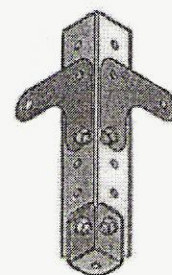

рис. 1
1. На каждую из стоек установить по одному подпятнику. Подпятник вкладывается внутрь стойки и крепится двумя болтами и двумя гайками (рис. 1).
3. В местах установки **верхней и нижней полок** на стойке стеллажа **в двух направлениях** устанавливаются уголки усиления (8 шт. на каждую полку), и каждый предварительно крепится одним болтом (рис.1). **На промежуточные полки уголки не устанавливаются.**